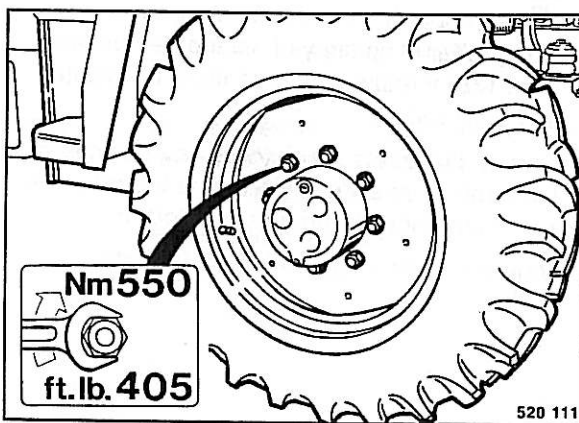

Fig. 142
- Colocar una nueva rueda (Fig. 142), y apretar las tuercas de rueda en cruz aplicando 550 Nm (405 ft. lb.).